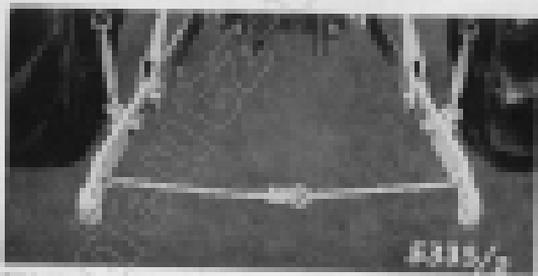

Bild 20
2. Kopplungspunkte A und B (Bild 20) an den unteren Landau oder entsprechende Kopplungspunkte der Trageleine des Anhängers anschließen und Veranker in die Zapfenbohrungen einsetzen.
3. Kopplungspunkt C (Bild 20) des oberen Landau mit dem Rahmen des Gerätes durch Stützrollen verbinden.